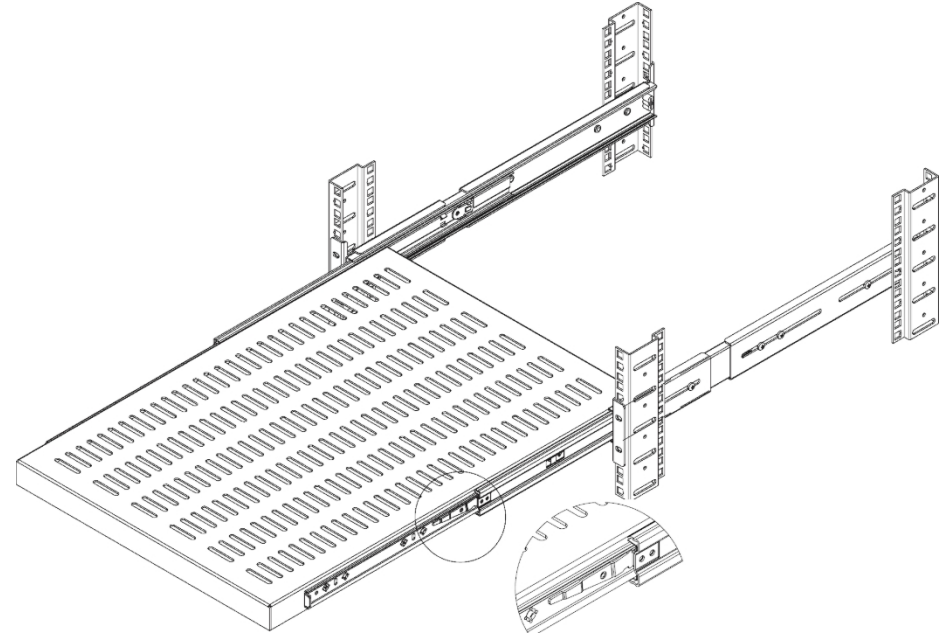

Abbildung 2
9. Um den **Schiebefach** wieder in Position zu bringen, betätigen Sie beide **Entriegelungshebel** (siehe Abbildung 2), und **schieben Sie** die **Schiebeplatte** vorsichtig zurück in das **Rack**.
10. (Optional) Um den **Schiebeboden** zu entfernen, **fahren Sie den Schieberegale vollständig aus**, und bringen Sie die **Entriegelungshebel** (siehe Abbildung 2) an den Seiten des **Schiebebodens** in Position. Betätigen Sie beide **Entriegelungshebel** gleichzeitig und **ziehen Sie den Einlegeboden** aus den **Schienenbaugruppen** heraus. Wiederholen Sie **Schritt 6**, um den **Schiebefachboden** zu installieren.